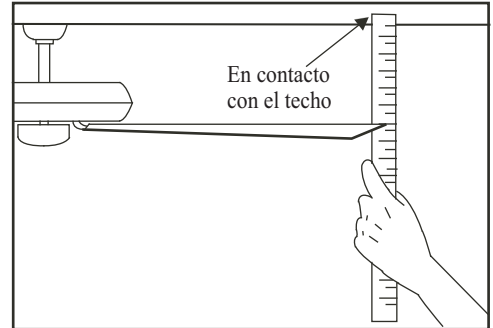

Figura 16
2. La mayoría de los problemas de oscilación se originan cuando los niveles de las aspas son desiguales. Revisar esté nivel por medio de seleccionar un punto del techo por encima de la punta de una de las aspas. Medir esta distancia como se muestra en la Figura 16. Rotar el ventilador hasta que la siguiente aspa esté ubicada para medición. procedimiento para cada aspa. Las medi repetir el das hacer fucional deben mantenerse dentro de 1/8 pulgadas (3mm).